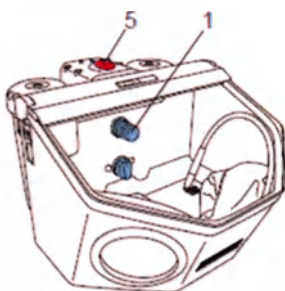

Рис.25
6. Настройка рабочего давления (рис.25)
- При помощи регулятора давления (1) установить соответствующее давление струи (1-6 бар). Индикация давления производится на манометре (5).